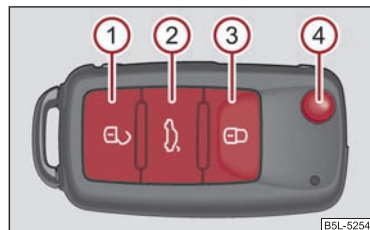

Fig. 38 Llave de radiotelemando
- Pulsar la tecla ① ⇒ fig. 38 durante aprox. 1 segundo.